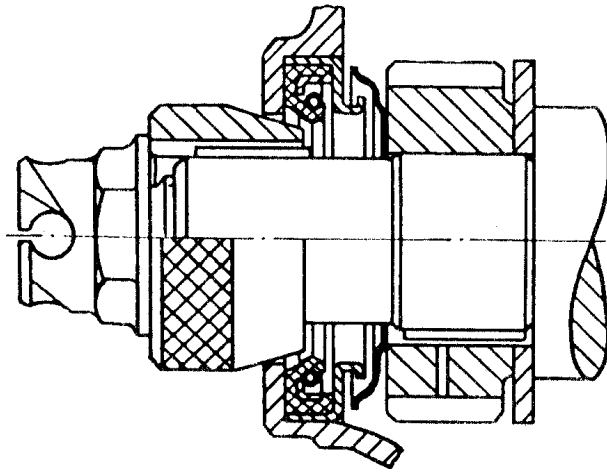

Рис.96. Центрирование переднего сальника коленчатого вала с помощью приспособления 5-У-27685
22. Установить крышку распределительных шестерен на шпильки ее крепления, предварительно установив на них прокладку крышки. Крышка должна быть отцентрирована по переднему концу коленчатого вала при помощи специальной конусной оправки (рис.96). Установить на передний конец коленчатого вала оправку, поджать крышку распределительных шестерен к блоку цилиндров при помощи храповика и затянуть гайками.